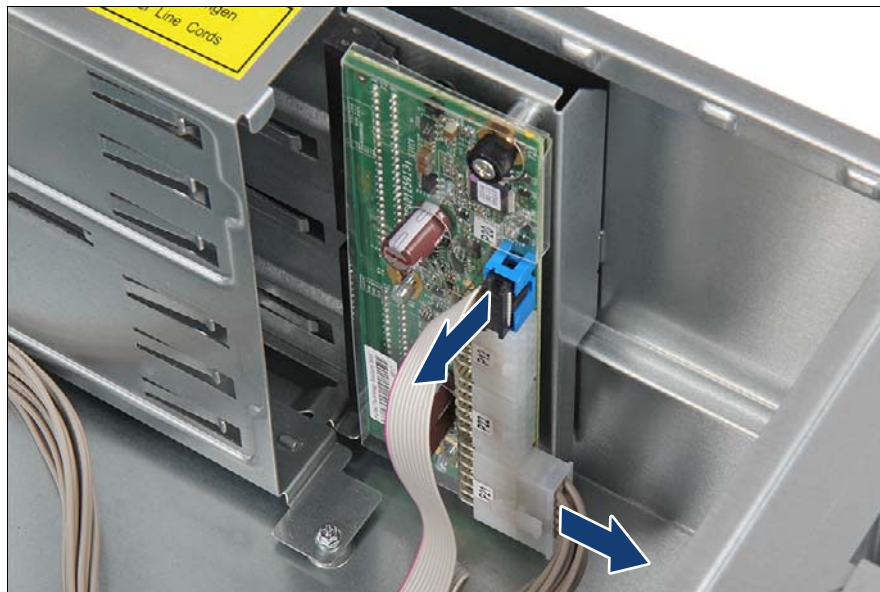

図 68: 電源ケーブルの取り外し
- ▶ ネジを緩めます (1)。
- ▶ 矢印の方向に配電ボードを押します (2)。
- ▶ 配電ボードを取り外します (3)。
- ▶ 新しい配電ボードを PSU ケージへ挿入します (4)。
- ▶ 矢印の方向に配電ボードを押します (5)。
- ▶ ネジを固定します (6)。
- ▶ 信号ケーブルと電源ケーブルを配電ボードに接続します (図 68 を参照)。